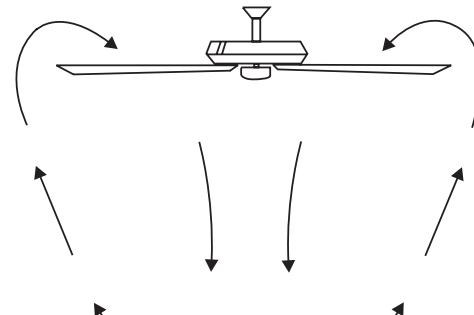

Fig. 23
**Operación en clima cálido:** Hacia adelante (en sentido antihorario). Un flujo de aire hacia abajo crea un efecto de enfriamiento como se muestra en la Fig.23. Esto le permite configurar su aire acondicionado en un ambiente más cálido sin afectar su comodidad general.